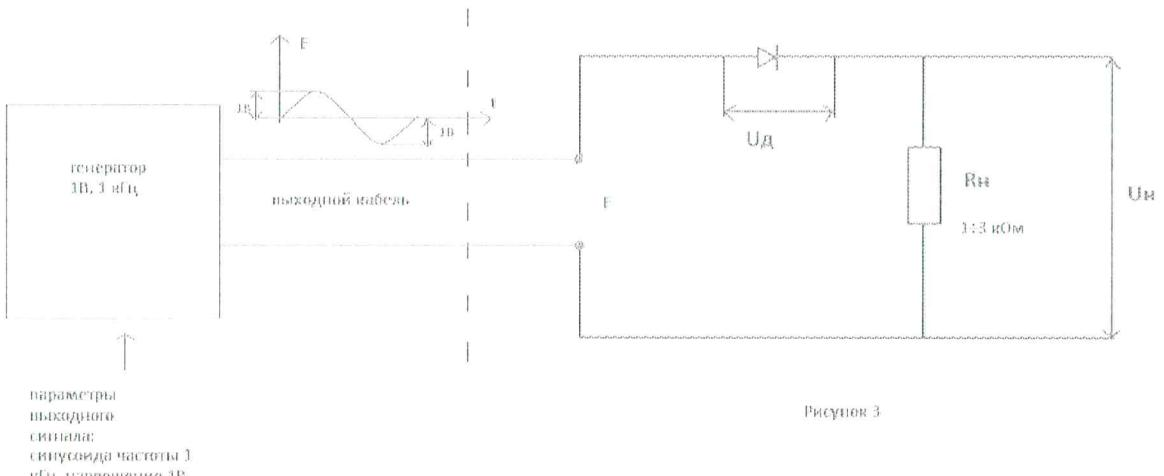

Рисунок 3
2.4. Собрать схему согласно рис.3.
- 2) Вид и величина напряжения на нагрузке (величина нагрузки R_n указана на рис.3).
- как изменятся величины U_d и U_n , если поменять в схеме на рис.3 полярность диода D ?